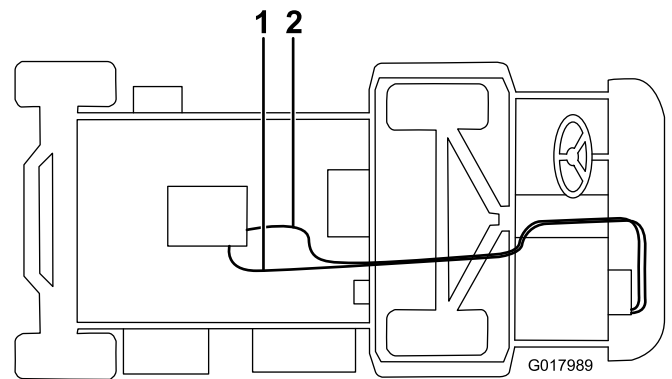

Figure 12
droit (Figure 12). Coupez l'excédent de flexible à la taille voulue.
6. Branchez le flexible court au raccord en T blanc à l'aide d'un collier, puis faites-le passer dans le collier en R du support de chauffage et branchez-le au raccord en T au flexible inférieur de radiateur avec un collier de serrage (Figure 12). Coupez l'excédent de flexible à la taille voulue.